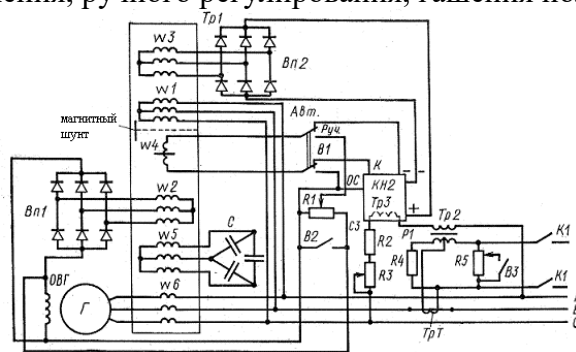

Рис. 2
2. Указать элементы и принцип работы судового генератора (рис.2), объяснить работу системы начального подмагничивания, системы АФК, автоматического регулирования напряжения, ручного регулирования, гашения поля.